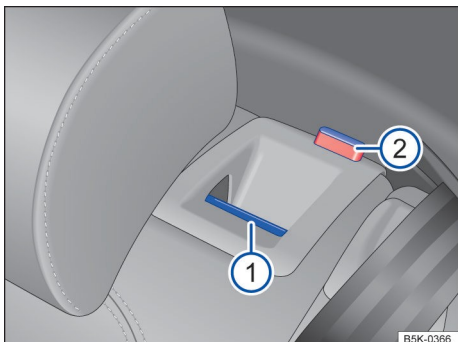

Рисунок 54. В спинке заднего ряда: кнопка разблокировки
- Потяните кнопку разблокировки вперед → Рисунок 54  одновременно складывая спинку сиденья вперед.